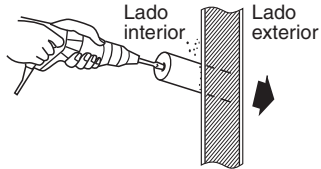

Fig. 3-20
- Las posiciones de las conexiones del tubo de refrigerante se muestran en la siguiente figura. (La tubería podrá dirigirse en 3 direcciones.) (Fig. 3-20)